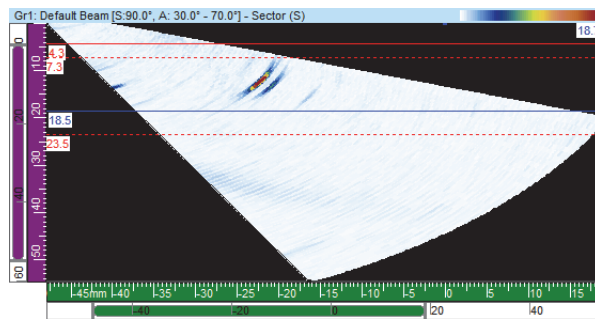

Figura 4-19 Ejemplo de los cursores alrededor de un defecto en una representación sectorial (Sector [S])
2. En el FocusPC, sobre una representación lateral (B), inferior (D) o sectorial (S), coloque los cursores de referencia (rojo) y de medición (azul) arriba o debajo del reflector de referencia del bloque de calibración (ver Figura 4-19 en la página 125).
4. En el FocusPC, sobre una representación lateral (B), inferior (D) o sectorial (S), coloque los cursores de referencia (rojo) y de medición (azul) arriba o debajo del reflector de referencia del bloque de calibración (ver Figura 4-19 en la página 125).